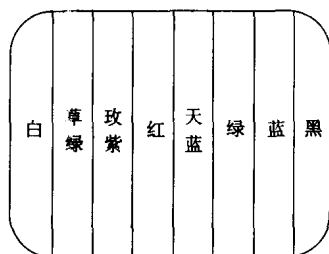

图 2-1-1 红色、绿色相互易位
ACC 失控;当彩色太淡时,通常是彩色信号被衰减的缘故。⑤彩色镶边(彩色与图像信号不同步)。此故障的部位是在亮度延时电路。⑥彩色反常,出现绿脸红头现象。这是红色、绿色相互易位故障,如图 2-1-1 所示。产生故障部位是 PAL 开关电路不能正常工作,使该倒相的 PAL 行没倒相,而不该倒相的 NTSC 行却进行倒相。造成 PAL 开关电路工作失常有两个原因:一是 PAL 识别信号相位不对;二是触发双稳态电路的行逆程脉冲的幅度不合适。⑦人的皮肤变为深绿,红色变为淡黄色,蓝色变为紫色。发生此故障的原因一为彩管栅网、阴罩和防爆钢圈等铁质部件被外界强磁化所致,造成彩色混乱;二为消磁系统发生了毛病。⑧彩色杂乱无章。发生此故障的部位是消磁电路和显像管电路。至于彩色故障中的单色、补色、偏色、色斑等现象,